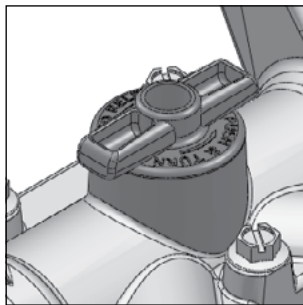

Figura 1.3
- Inserire il tappo e ruotare di $\frac{1}{4}$ di giro in senso orario come mostrato in **figura 1.3**.